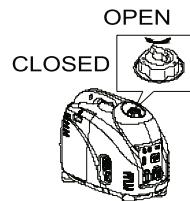

Рис. 8
5. Вентилируемая крышка топливного бака (Рис. 8).
3. Переключатель в режим экономии (Рис. 8).